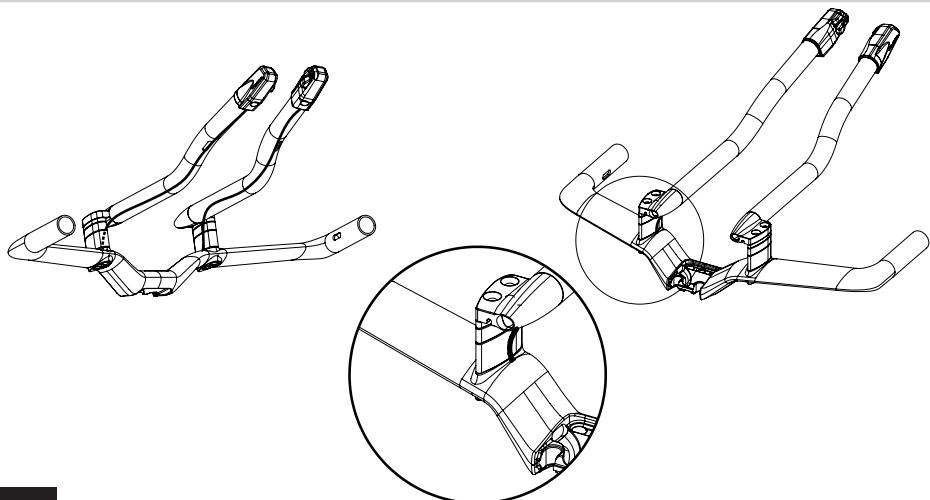

Fig. 7
- 3- Infilare le due guaine del deragliatore che provengono dal rivestimento sul tubo orizzontale in ciascuna prolunga. Farle uscire dai fori obliqui sulle prolunghe e concludere il routing (Fig. 7).